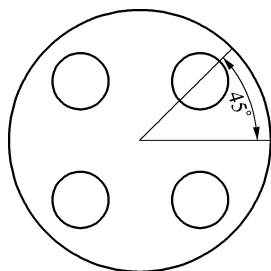

图 2-22 案例图形
- (1) 以点(100,160)为圆心,作半径为 70 的圆。
- (2) 在该圆中作出四个呈环形均匀排列的小圆,小圆半径为 15,小圆圆心到大圆弧线的最短距离为 25,如图 2-22 所示。